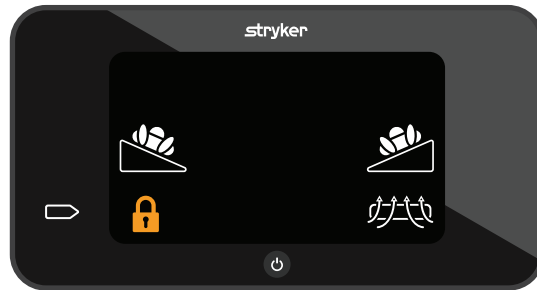

Figure 16 – Verrouillé
2. Appuyer sur l'icône **Déverrouiller** et la maintenir enfoncée pendant 2 secondes pour désactiver le verrouillage (Figure 16).